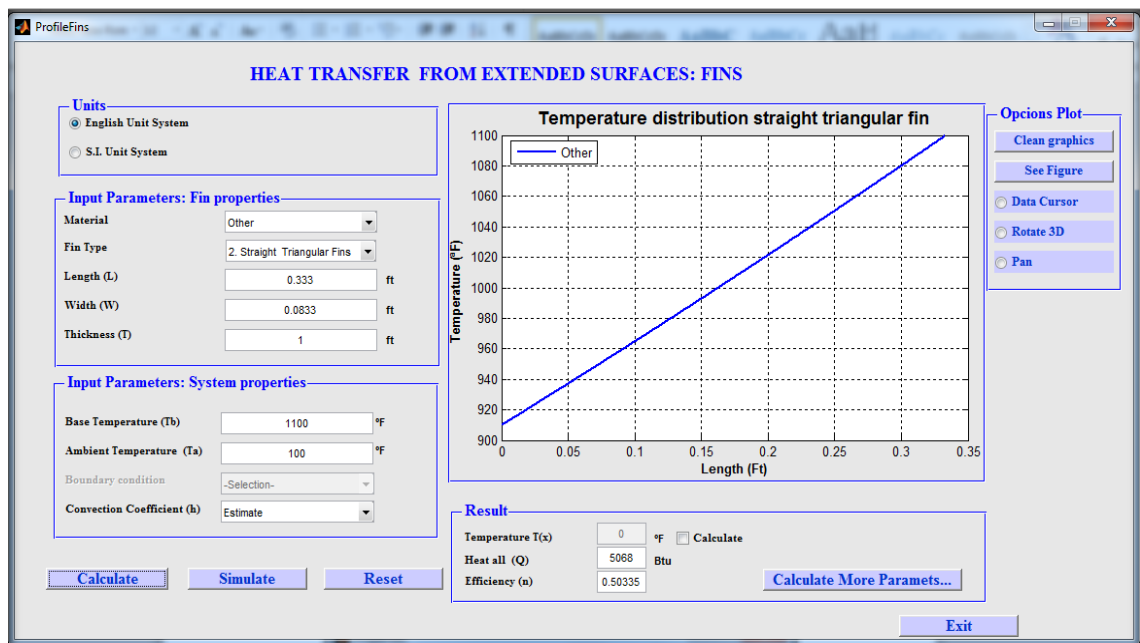
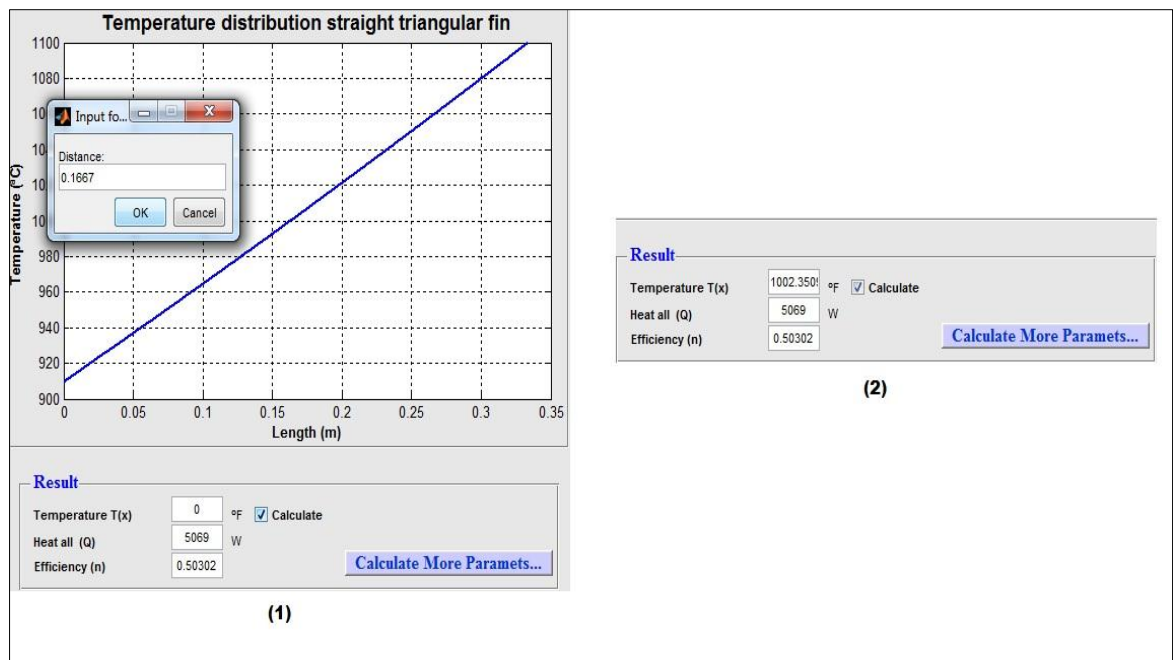
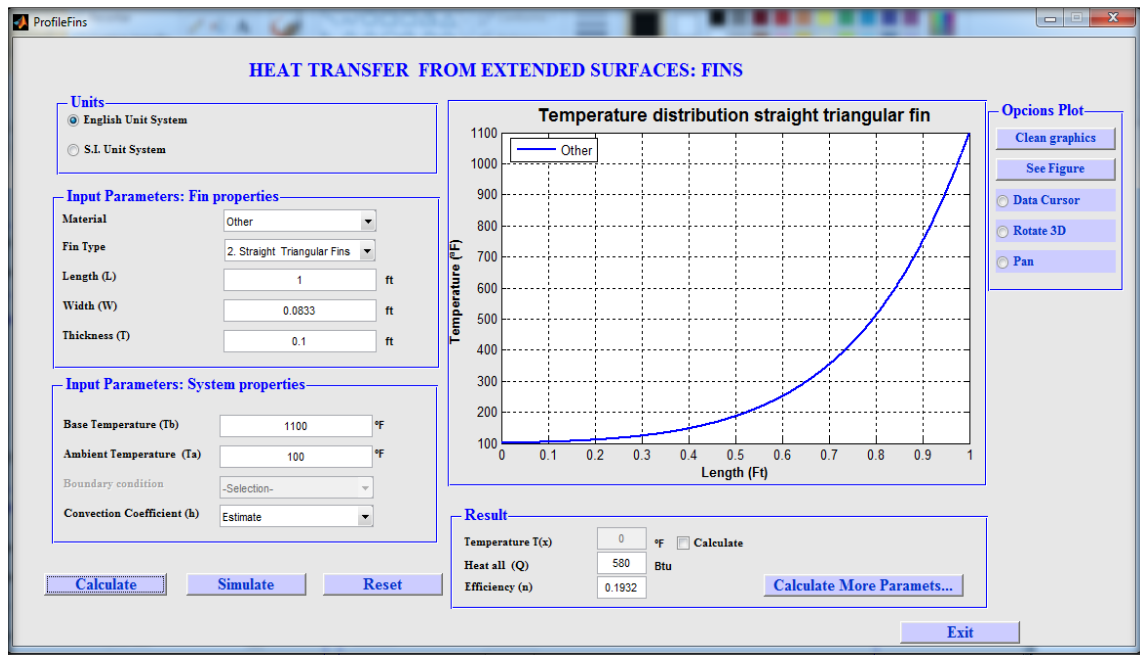
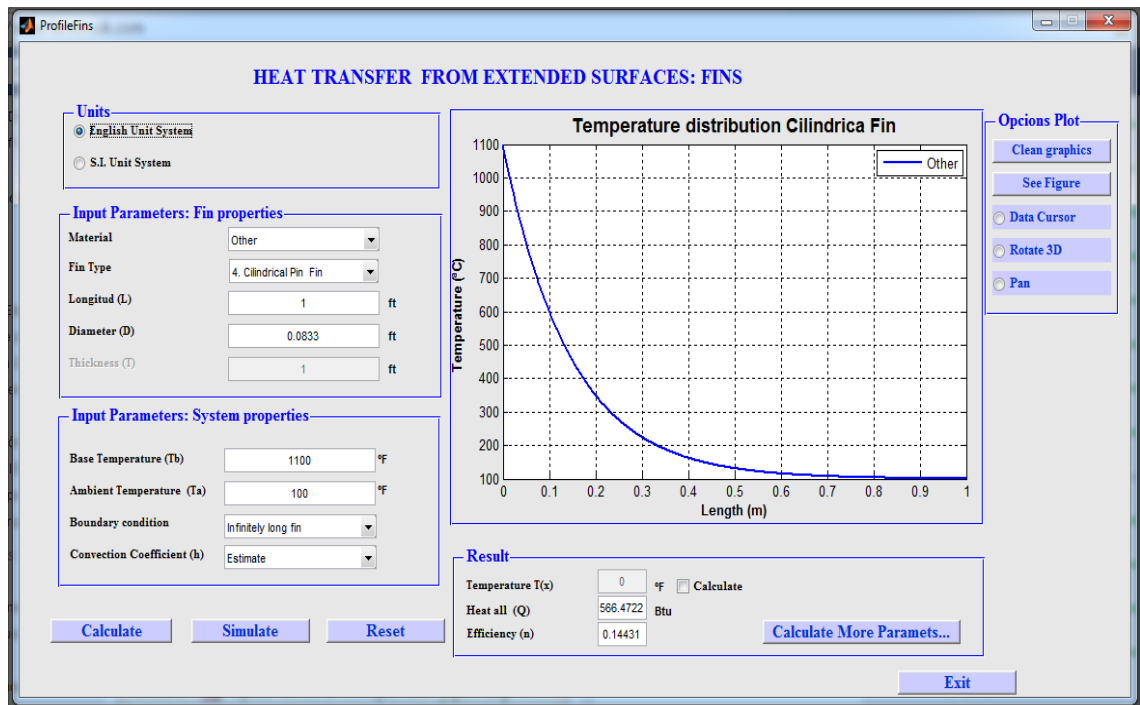

Figura 8. Resultados obtenido por el software
Figura 10 Pasos para la determinación de la temperatura específica de la aleta.
Figura 11. Perfil de Temperatura para Aleta Triangular Recta
Figura 12. Perfil de temperatura para una aleta cilíndrica Cilíndrica, “Pin Fin”
5. Después de haber introducido todos los valores de entrada podemos entonces ver los valores de las variables de salida. Para ello nos ubicamos en la parte inferior del software y damos clic en la opción “*Calculate*”. Debemos tener en cuenta que para este ejercicio no nos proporcionan el valor del espesor por lo tanto el valor correspondiente dentro de la opción “*Thickness*” es igual a uno, por lo tanto los resultados estarán por unidad de espesor. En la figura 8 se muestran todos los valores introducidos y las respuestas obtenidas.
Para determinar la temperatura específica, es decir, la temperatura en $L = 2$ ft nos dirigimos a la ventana principal del software y nos ubicamos sobre el menú “*Result*”. Estando allí, nos ubicamos en la opción “*Temperature $T(x)$* ” y en la parte derecha seleccionamos la casilla “*Calculate*”. Una vez seleccionada, aparecerá una ventana en donde se deberá introducir el valor de la distancia a la cual se desea determinar la temperatura en sus unidades correspondiente, una vez introducida sus valores damos clic sobre el botón aceptar “*Ok*”, Figura 10
La herramienta “*Pan*”, es una herramienta que permite desplazar las gráficas. En algunas ocasiones, no se obtiene el perfil de temperatura deseado para algunos tipos de aletas. Para nuestro ejemplo propuesto se pueden observar en la Figura 8 y Figura 10. Cuando se presente esta situación, lo habitual es aumentar la distancia o la longitud de la aleta, para que de esta manera se pueda visualizar el perfil de temperatura. Para el ejemplo propuesto, se tomará una longitud (“*Lenght*”) de 1 ft y un espesor (“*Thickness*”) de 0.1 ft. Luego se visualizaran los resultados como lo muestra la Figura 11.
Nótese que según la Figura 11, se obtiene un perfil de temperatura totalmente diferente al obtenido en la Figura 8, como se dijo anteriormente, en algunas ocasiones se deberá hacer ajustes a los parámetros de entrada de las propiedades de las aletas para poder visualizar de manera más fácil como es el perfil de temperatura que representa la transferencia de calor de manera exponencial. Según la Figura 11, se observa que para $L=0$ la temperatura es 100°F que corresponde a la temperatura ambiente, esto quiere decir que para este tipo de aleta la temperatura aumenta desde la punta de la aleta ($L=0$), hasta la base de la aleta ($L=1$), donde la temperatura es 1100°F . Para el caso de otros tipos de aleta, se obtiene un distribución diferentes, estos difiere debido a los puntos de referencia al momento de establecer las condiciones límites de fronteras para la solución de las ecuaciones diferenciales que rigen este fenómeno. Tomemos por ejemplo el caso de una aleta cilíndrico cuyos valores de entradas y resultados se muestran en la Figura 12.